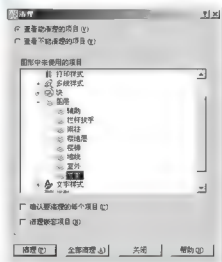

图 5.2 【清理】对话框
(1) 修改图层名称。打开【图层特性管理器】,选中【墙线】图层,然后按 F2 键,则该图层被激活,将【墙线】改为【基础墙】,然后再新建【大放脚】图层。
(2) 清理图层。
① 执行菜单栏中的【文件】|【绘图实用程序】|【清理】命令,打开【清理】对话框并展开图层选项,如图 5.2 所示。
② 清除除【基础墙】【标注】【大放脚】【文本】【辅助】图层之外的其他图层。